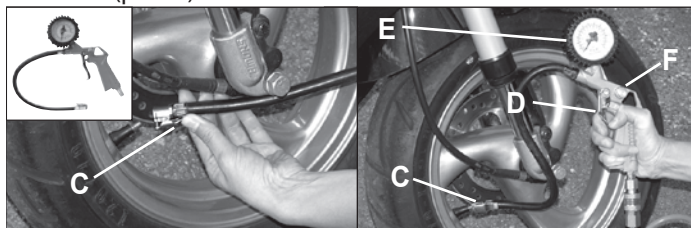

Рис.2
2. Подсоедините пневмопистолет к шлангу компрессора согласно рисунку 1. Подсоедините наконечник С пневмопистолета к ниппелю шины, предварительно нажав на язычок (рис. 2).
3. Включите компрессор и начните накачку шины, держа нажатым спусковой рычаг **D** (рис. 2). Отпустите его и проверьте по манометру **E**, какое давление достигнуто. При необходимости повторите накачку, пока давление в шине не достигнет желаемой величины. Чрезмерно высокое давление можно стравить, нажав на пневмопистолете кнопку **F**.